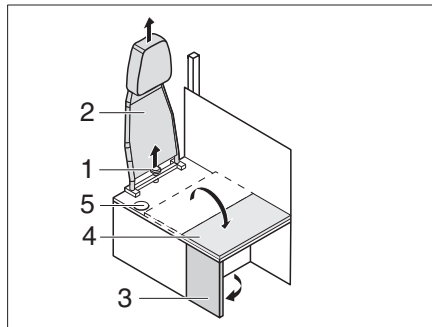

Fig. 210 Transformación del funcionamiento con el vehículo en marcha al funcionamiento para vivir y estar
- Desatornillar el tornillo de estrella (Fig. 210,1) y retirar el respaldo (Fig. 210,2) hacia arriba.
- Desplegar la pared lateral (Fig. 210,3).
- Plegar la prolongación del banco (Fig. 210,4) sobre la pared lateral.
- ▷ Para la transformación del funcionamiento para vivir y estar al funcionamiento con el vehículo en marcha proceder en orden inverso al descrito. Asegurar que el cinturón de seguridad se introduce a través de la abertura (Fig. 210,5).